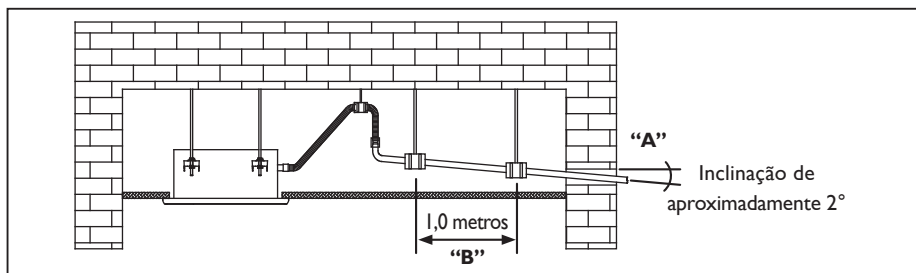

FIG. 27
- Para evitar que a água de condensado escorra para trás, retornando à unidade, o tubo de drenagem deverá ter uma inclinação (um pequeno declive) para baixo em direção ao lado de saída, considere aproximadamente 2° para esta inclinação ("A" - Fig. 27). Evite qualquer saliência (tal como um degrau) ou depósito de água na tubulação.
- Não estique (arraste) demasiadamente o tubo de drenagem ao conectá-lo, para impedir que o corpo venha a puxá-lo. Entretanto, um ponto de suporte deve ser definido a cada 1,0 metro, para evitar que o tubo de drenagem perca eficiência (“B” - Fig. 27). Opcionalmente você pode amarrar o tubo de drenagem com o tubo de ligação para fixá-lo.